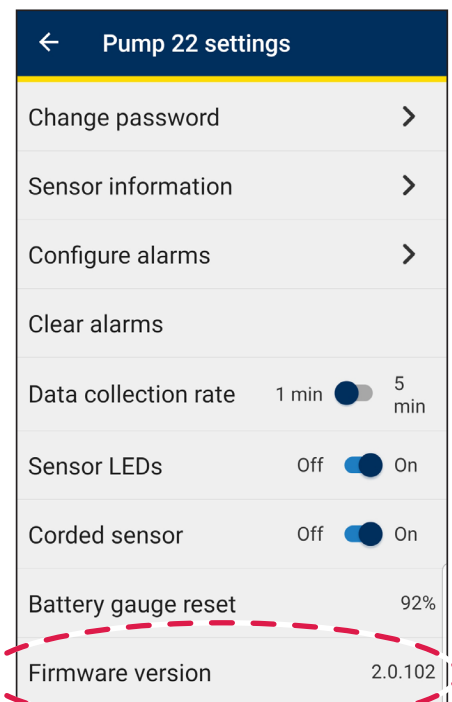

Abbildung 61
4. Die **Firmware-Version** des neuen Sensors wird auf der Seite Einstellungen angezeigt (siehe Abbildung 61).